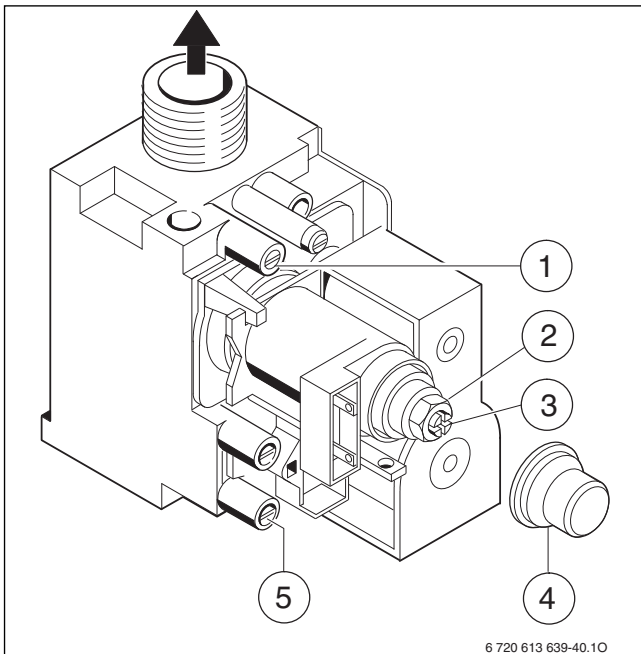

Bild 46 Gasarmatur
- ▶ Dichtschaube am Mess-Stutzen für Düsendruck (→ Bild 46, [1]) lösen und U-Rohrmanometer anschließen.
- ▶ Abdeckung (→ Bild 46, [4]) entfernen.
- ▶ Für „max“ angegebenen Düsendruck (mbar) aus Tabelle Seite 56 entnehmen. Düsendruck über Einstellschraube max. Gasmenge (→ Bild 46, [2]) einstellen. Rechtsdrehung mehr Gas, Linksdrehung weniger Gas.
- ▶ Für „min“ angegebenen Düsendruck (mbar) aus Tabelle Seite 56 entnehmen. Düsendruck über Einstellschraube min. Gasmenge (→ Bild 46, [3]) einstellen.
- ▶ Dichtschaube am Mess-Stutzen für Gas-Anschlussfließdruck (→ Bild 46, [5]) lösen und Druckmessgerät anschließen.
- ▶ Für „max“ angegebene Gasdurchflussmenge aus Tabelle Seite 56 entnehmen. Gasdurchflussmenge über Gaszähler an Einstellschraube max. Gasmenge (→ Bild 46, [2]) einstellen. Rechtsdrehung mehr Gas, Linksdrehung weniger Gas.
- ▶ Für „min“ angegebene Gasdurchflussmenge aus Tabelle Seite 56 entnehmen. Gasdurchflussmenge über Gaszähler an Einstellschraube min. Gasmenge (→ Bild 46, [3]) einstellen.